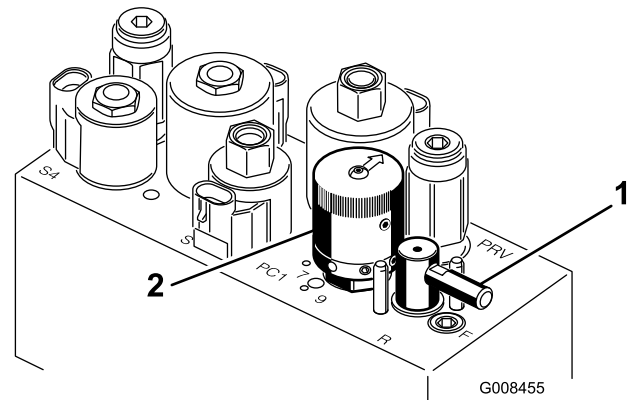

Bild 49
5. Drehen Sie den Läpphebel auf R (Bild 49).
6. Drehen Sie den Spindeldrehzahlregler auf 1 (Bild 49).